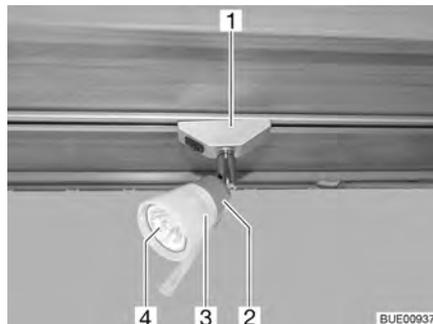

Fig. 239 Faretto alogeno (mobile)
- Ruotare il faretto alogeno (Fig. 239,1) di 90° e toglierlo dalla rotaia.
- Svitare il paralume (Fig. 239,3) in senso antiorario.
- Sfilare con attenzione il paralume con lampada alogena a incandescenza (Fig. 239,4) dal supporto (Fig. 239,2).